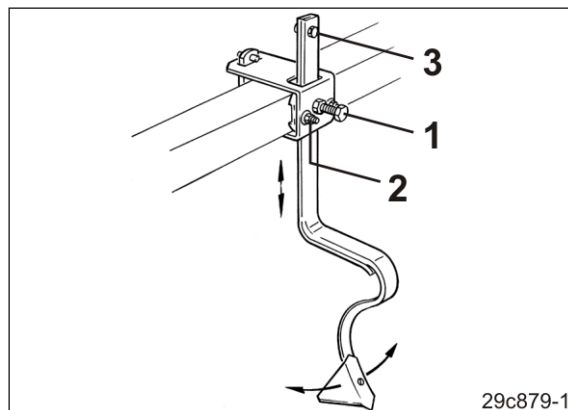

Fig. 185
- 1.1 Kontermutter und Skt.-Schraube (Fig. 185/1) lösen.
- 1.3 Zwei Muttern (Fig. 185/2) lösen und den Traktorrads-Spurlockerer verschwenken.
Die Sicherungsschraube (Fig. 185/3) verhindert, dass der Spurlockerer verloren geht, wenn sich die Befestigungsschraube löst.